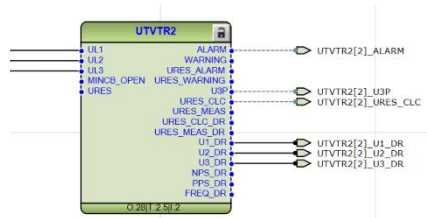

Imagen 363_Conexiones en el puerto de salida del bloque UTVTR2.
5.2.19 En la salida “U3_DR” del bloque “UTVTR2”, conectaremos una nueva variable dando clic derecho y seleccionando “Connect - New Variable”. Teniendo así el siguiente bloque como en la **Imagen 363**.